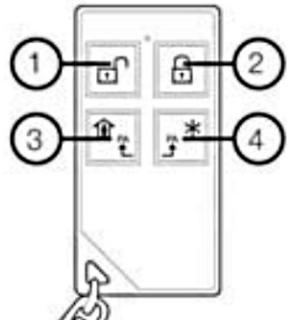

Рисунок 48. Кнопки брелока FW2-RMT-8F
2. Брелок – сначала удалить предыдущую регистрацию одновременным нажатием кнопок ② и ③ (см. рисунок 48). Регистрация – одновременно нажать кнопки ③ и ④;